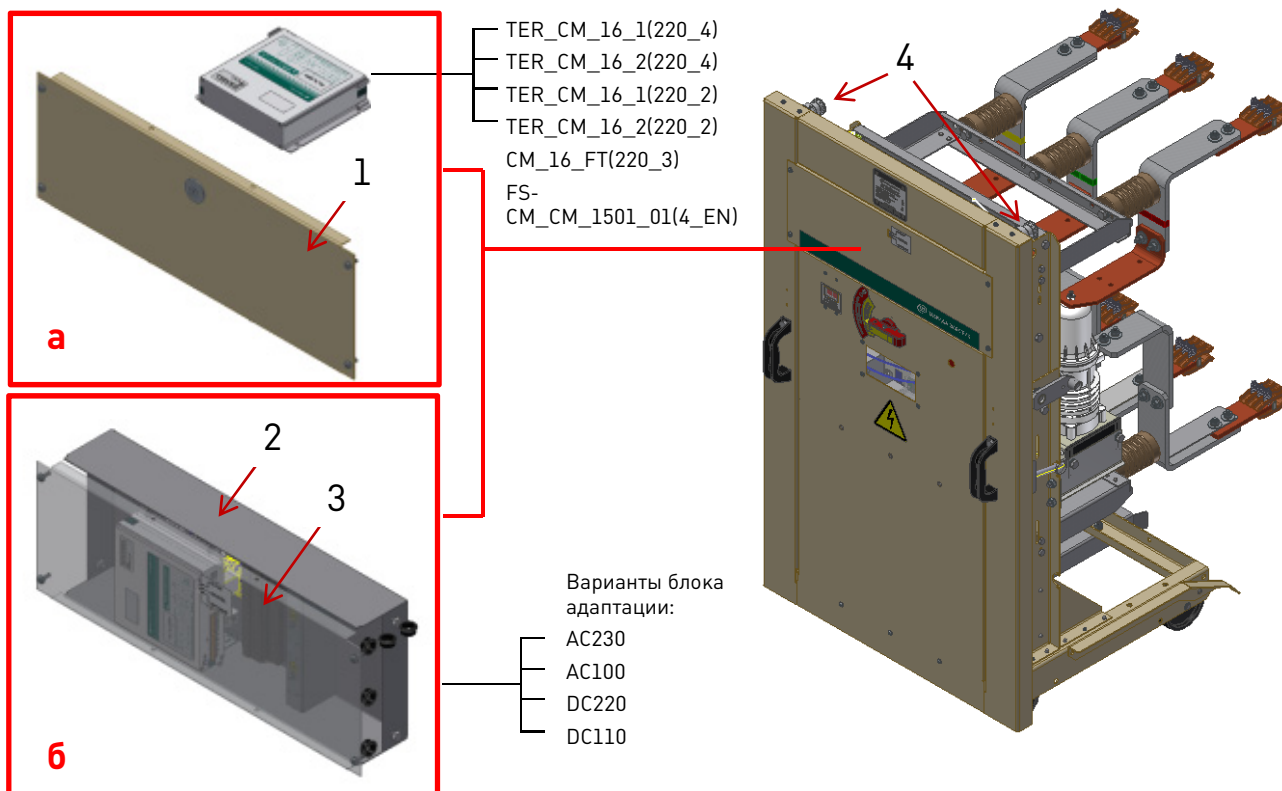

Рис.3.7. Варианты исполнения электромонтажа
- БУ устанавливается в релейном отсеке шкафа КРУ. В этом случае на ВЭ устанавливается только панель поз. 1 (Рис.3.7, а). Исполнение жгутов цепей управления зависит как от типа оперативного питания (переменное – АС, постоянное – DC) так и от применяемого КМ (LD8 или Shell2/ShellFT2). БУ, соответствующий используемому КМ, и комплект монтажный модуль управления TER_CBmount_CM_1(0_0) поставляются в своей упаковке комплектно ВЭ;
- БУ устанавливается на ВЭ. В этом случае помимо панели поз. 1 на ВЭ устанавливается короб поз. 2 (Рис.3.7, б) с установленным в нем блоком адаптации поз. 3, позволяющим адаптировать цифровой БУ к аналоговым защитам релейного шкафа КРУ. Исполнения жгутов управления различаются не только по типу оперативного питания (AC100, AC230 или DC110, DC220), но и по применяемому КМ (LD8 или Shell2).
Разъемы вторичных цепей поз. 4 Рис.3.7 поставляются комплектом: в неустановленном на выводные жгуты ВЭ виде. Данные разъемы устанавливаются согласно схеме подключения, предоставленной заказчиком перед установкой ВЭ в шкаф КРУ. Процесс установки разъема, а также схемы подключения описаны в инструкции по монтажу и пусконаладке TER_CBdoc_HIG_93.